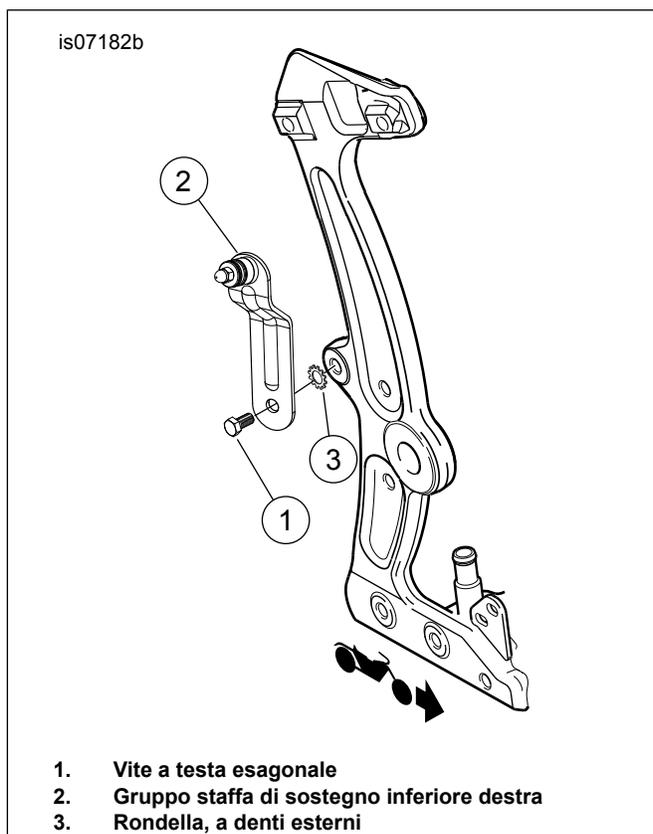

Figura 6. Gruppo staffa di sostegno inferiore destra
4. Modelli FLS: Vedere Figura 6. Installare la staffa inferiore di sostegno del lato destro sul telaio, utilizzando la vite a testa esagonale e la rondella di sicurezza. Serrare le viti ad una coppia di 16,3–24,4 N·m (12–18 ft-lbs).